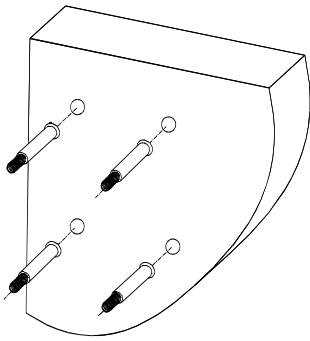

图2.2-3
3. 用冲击电钻在安装表面上钻4个M8金属膨胀螺栓的安装孔，安装孔的深度约为75mm，装上M8膨胀螺栓。（如图2.2-3所示）